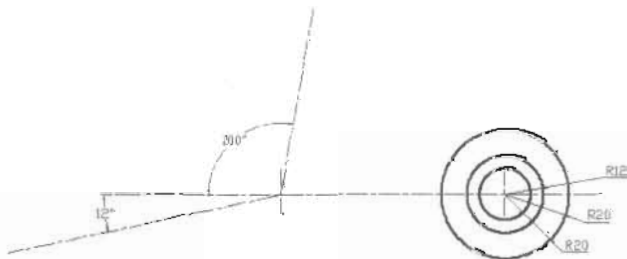

图 5-185
(5) 选择“辅助线”图层为当前图层, 以第一条辅助线的交点为起点绘制如图 5-185 所示的辅助线, 命令执行过程如下。